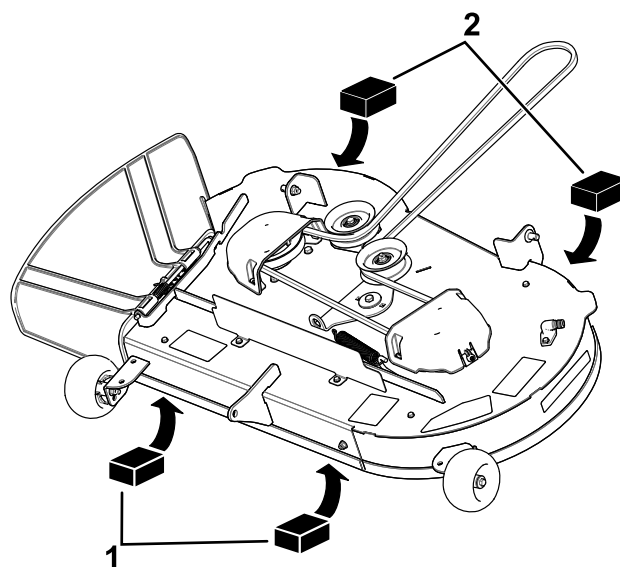

**Bild 70**
5. Messen Sie zwischen der Messerspitze vorne und hinten und der flachen Oberfläche (Bild 69 oder Bild 70).